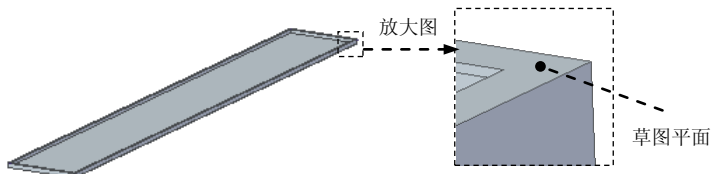

图 8.13.227 定义草图平面
Step7. 创建草图 1，选取图 8.13.227 所示的模型表面为草图平面，绘制图 8.13.228 所示的草图。